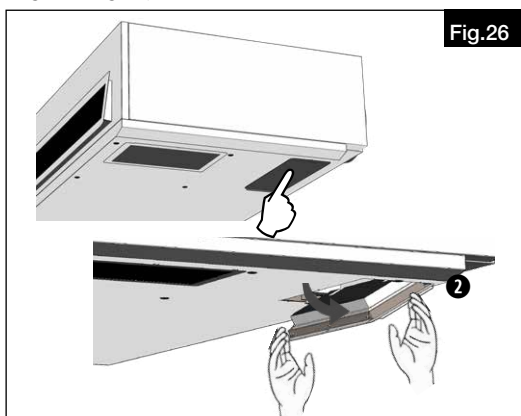
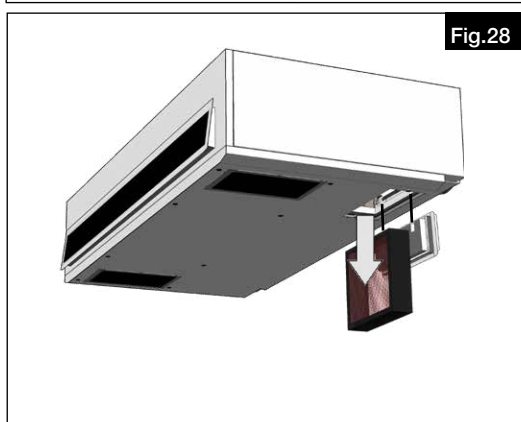

Fig.26
Fig.28
1. Passer le bout des doigts sous le support ❶. Ouvrir le couvercle. Retirer le filtre et le remplacer par un nouveau (voir Fig.26 - Fig.28).